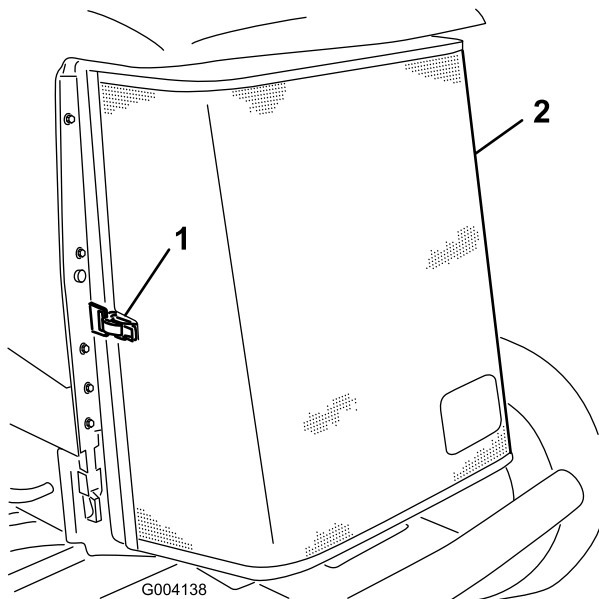

Figura 93
3. Desprenda a braçadeira e articule para abrir o painel traseiro (Figura 93).